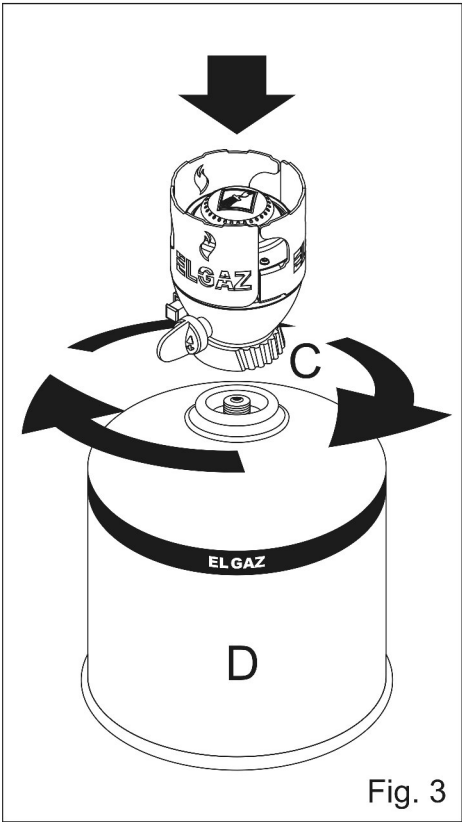

Fig. 3
- 3.3 Before you connect the appliance with the gas cartridge, make sure that you have removed the plastic safety cup from the gas cartridge (fig. 3). Screw the locking ring (C) fully up to the control tap unit (clockwise) (fig. 3).
- 3.4 Keep the gas cartridge (D) upright when fitting it to the appliance. Carefully screw the gas cartridge cross-threaded. Screw the gas cartridge hand tight only (fig. 3). Do not over tighten or you may damage the gas cartridge valve.
- Bevor Sie das Gerät an der Gasflasche anschließen, entfernen Sie die Kunststoff- Sicherheitskappe vom Ventil. (Abb. 3).
- Flüssiggasflasche (D) beim Anschluss ans Gerät aufrecht halten. Schrauben Sie die Flüssiggasflasche (nach rechts drehen) vorsichtig von Hand bis zum Anschlag des Ventils auf, bis das Gerät vollständig auf dem Ventil der Flasche sitzt. Nicht zu fest anziehen, um das Ventil der Flasche nicht zu
beschädigen. (Abb. 3)